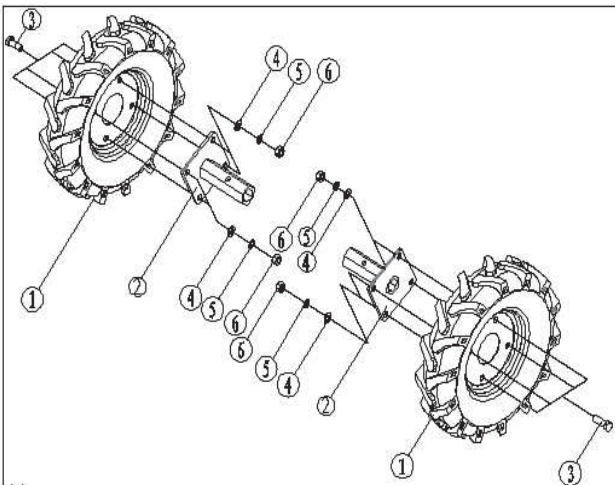

РИС.4
Разместите колеса в сборке ① и соединительные ступицы ② в порядке, как указано на рис. 4. (Обратите внимание на направление протектора шин и убедитесь в симметричности монтажа). Зафиксируйте ступицы ② на колесах в сборе ① при помощи болта M10x20 ③ x 4, Ø10 плоской шайбы ④ x 4, Ø10 пружинной шайбы ⑤ x 4, и M10 шестигранной гайки ⑥ x 4.